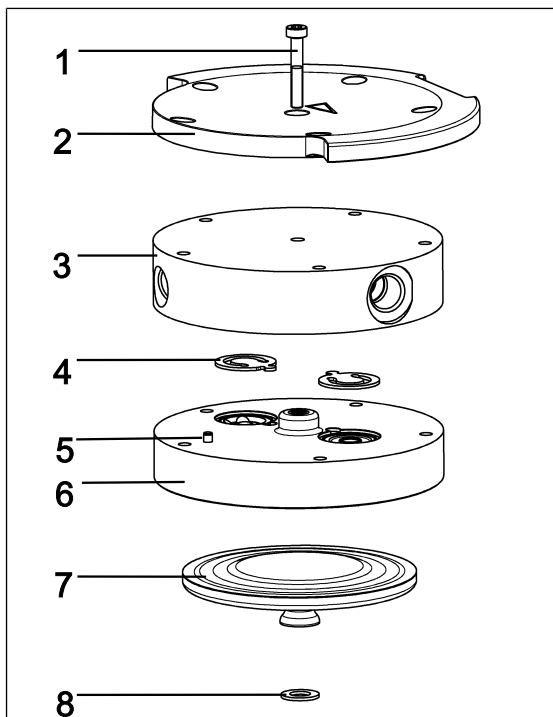

Afb. 8: Afschermingskap demonteren
1. Zet de greep (1)/Afb. 8 in een verticale positie.
2. Draai de schroeven (2)/Afb. 8 van de afschermingskap (3)/Afb. 8 los.
3. Verwijder de afschermingskap (3)/Afb. 8.
4. Draai de kopschroeven aan de buitenzijde (4)/Afb. 8 los.
2. Draai de schroeven aan de buitenzijde (**4/Afb. 8**) van de pompkoppen los.
1. Breng de membranen (7) in de middenpositie.
2. Druk de rand van de membraan (7) rondom aan. Druk de membraan (7) slechts aan één pompkop aan.
3. Plaats de tussenplaat (6) met ventielplaten/pakkingen (4) volgens de potloodmarkering op de pompbehuizing.
4. Plaats het kopdeksel (3) volgens passtift 5 op de tussenplaat (6).
5. Plaats de drukplaat (2) volgens de potloodmarkering op het kopdeksel.
7. Draai de schroef (1) in het midden van de drukplaat vast (aanhaalmoment: 1 Nm).
9. Plaats de pompkoppen (bestaand uit kopdeksel (3), tussenplaat (6) met ventielplaten/pakkingen (4) en drukplaat (2)) samen met de koppelingsbuis volgens de potloodmarkering op de pompbehuizing.
10. Monteer de afschermingskap (3/Afb. 8).
11. Haal de schroeven (2/Afb. 8) van de afschermingskap (3/Afb. 8) aan (aanhaalmoment: 2 Nm).